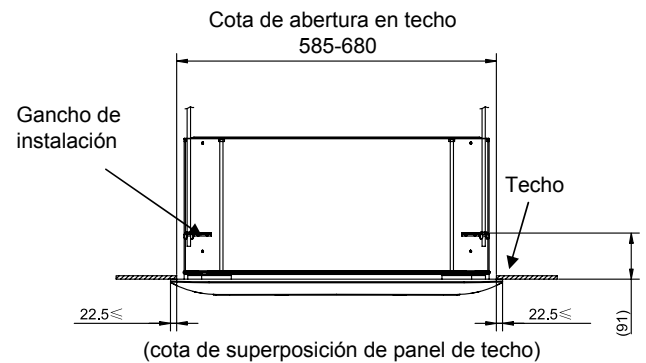

Fig. 3-2
- La abertura de techo máxima será de 680 mm. Tenga presente que debe quedar una superposición entre el panel y el techo (Fig. 3-2).